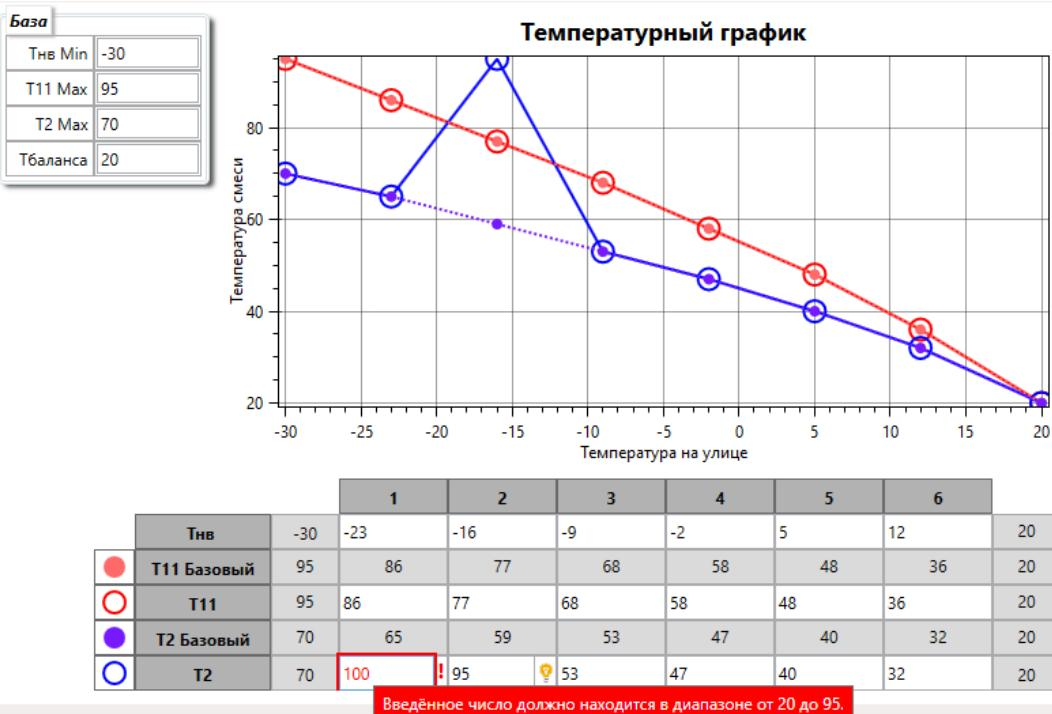
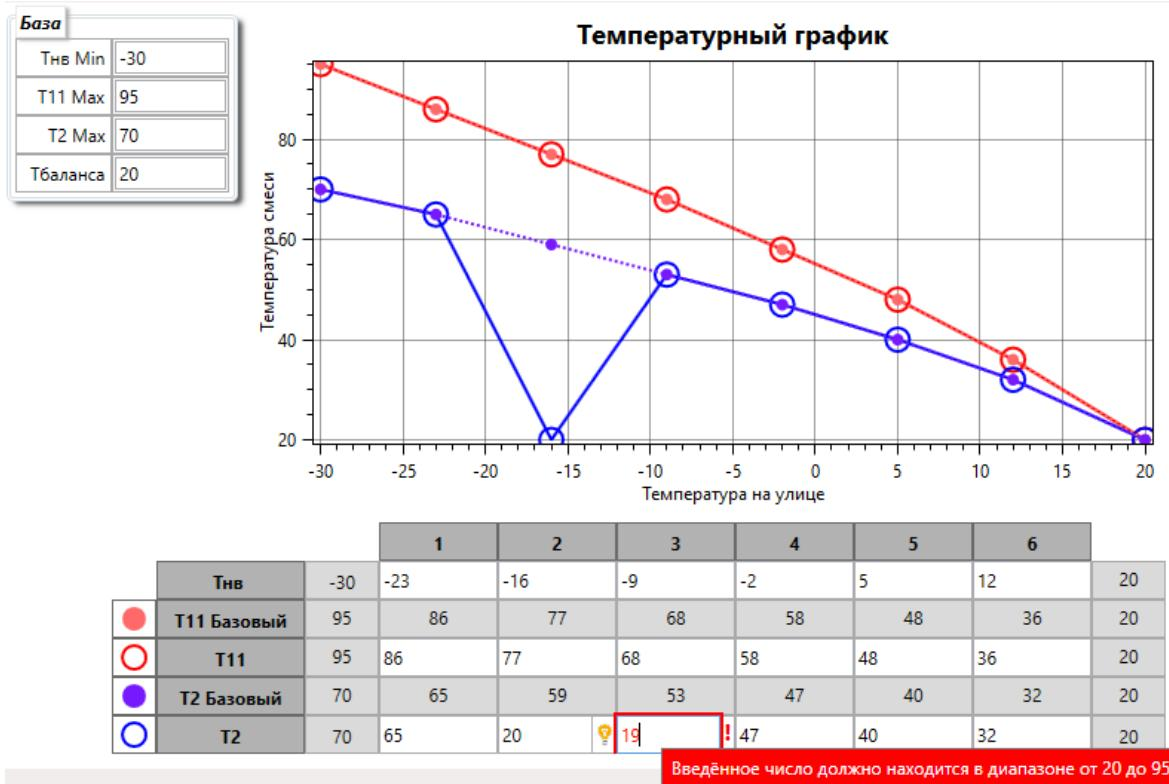

Рисунок 29 – контроль верхней границы для Т2
Рисунок 30 – контроль нижней границы для T2
- T11Max<= T2<=Тбаланса (Рисунок 29 и Рисунок 30).